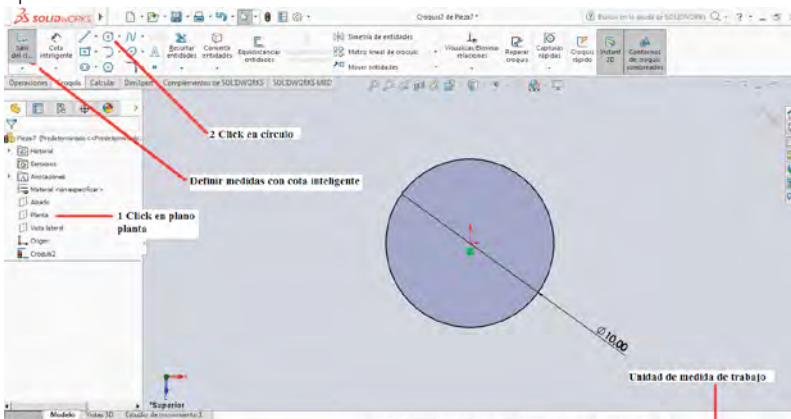

Figura 3-19
2. Click en la herramienta **Círculo** y se realiza el esquema que se muestra en la figura 3-19, para este caso las medidas de trabajo para el diseño será en IPS (Pulgadas, Libras y Segundos), es importante destacar que el círculo debe estar atado al origen del plano.